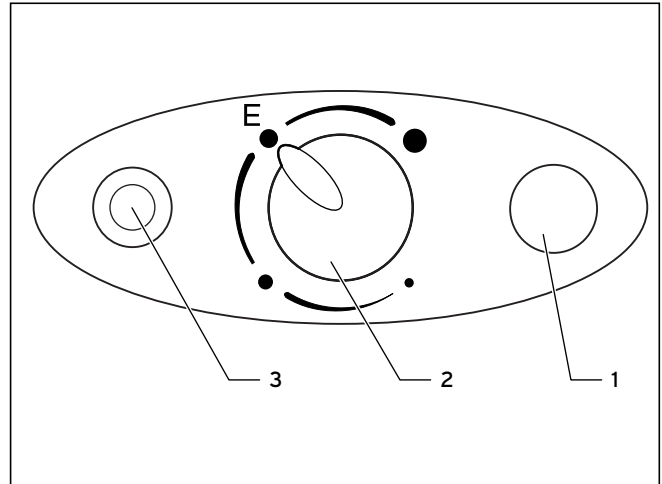

Abb. 4.2 Bedienungsblende
In Netzen mit Niedertarifen (Schwachlasttarifen) kann der VEH exclusiv/pro in Zweikreisschaltung angeschlossen werden. In Niedertarifzeiten wird dann die Grundlast vom Elektrizitätsversorger eingeschaltet. Der Temperaturregler schaltet die Heizleistung während dieser Zeit selbstständig ein und aus. Bei Bedarf wird durch Betätigen der Taste (3, Abb. 4.2) die „Schnellaufheizung“ des VEH exclusiv/pro aktiviert. Mit Erreichen der gewählten Wassertemperatur schaltet die Schnellheizung aus und nicht wieder ein. Der Betrieb des VEH exclusiv/pro wird während der Schnellaufheizung mit der gelben Signallampe angezeigt.
Der VEH exclusiv/pro heizt den Wasserinhalt nach Betätigung der Taste (3, Abb. 4.2) einmalig auf. Die gelbe Signallampe leuchtet während dieser Zeit. Jeder Aufheißvorgang muss durch Drücken der Taste (3) separat eingeschaltet werden.